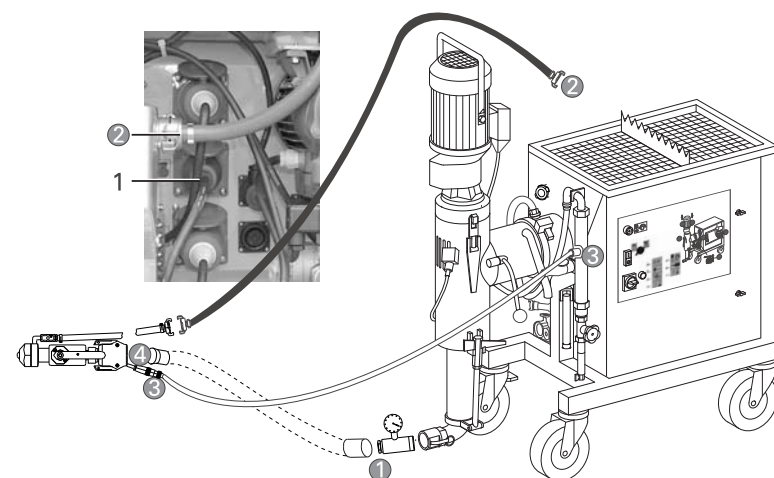

Рис.17: Подключение при использовании напыляющего устройства
- подсоедините компрессор к соответствующей розетке (Рис. 17, 1)
- шланг, который связывает компрессор с системой подачи воздуха, отсоедините от компрессора и вместо него присоедините напыляющее устройство к GEKA-муфте компрессора (Рис. 17, 2)
- присоедините шланг к напыляющему устройству (Рис. 17, 4)
- включите дистанционный кабель в розетку (4поль) (Рис. 17, 3)